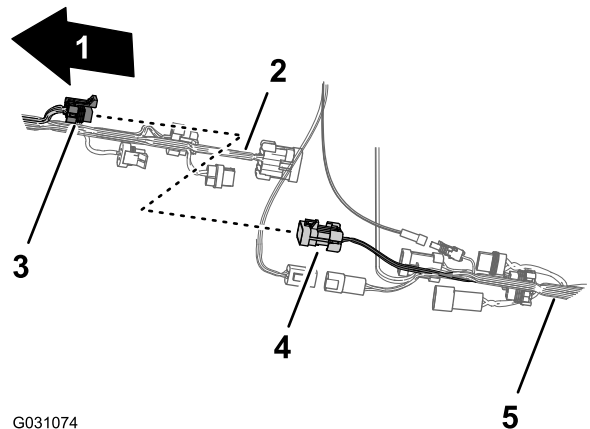

Figure 88
2. Branchez le connecteur à 10 douilles du faisceau avant pour l'interconnexion du faisceau du pulvérisateur au connecteur à 10 broches du faisceau arrière pour l'interconnexion du faisceau du pulvérisateur (Figure 88).